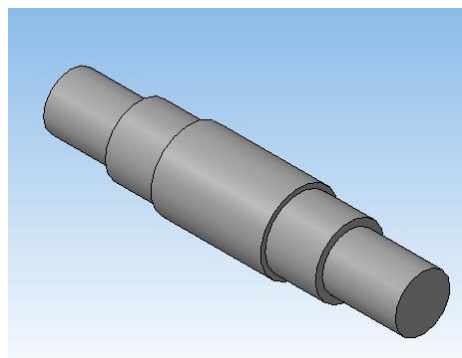

Рисунок 95.
4. В результате получим модель вала (рисунок 95).